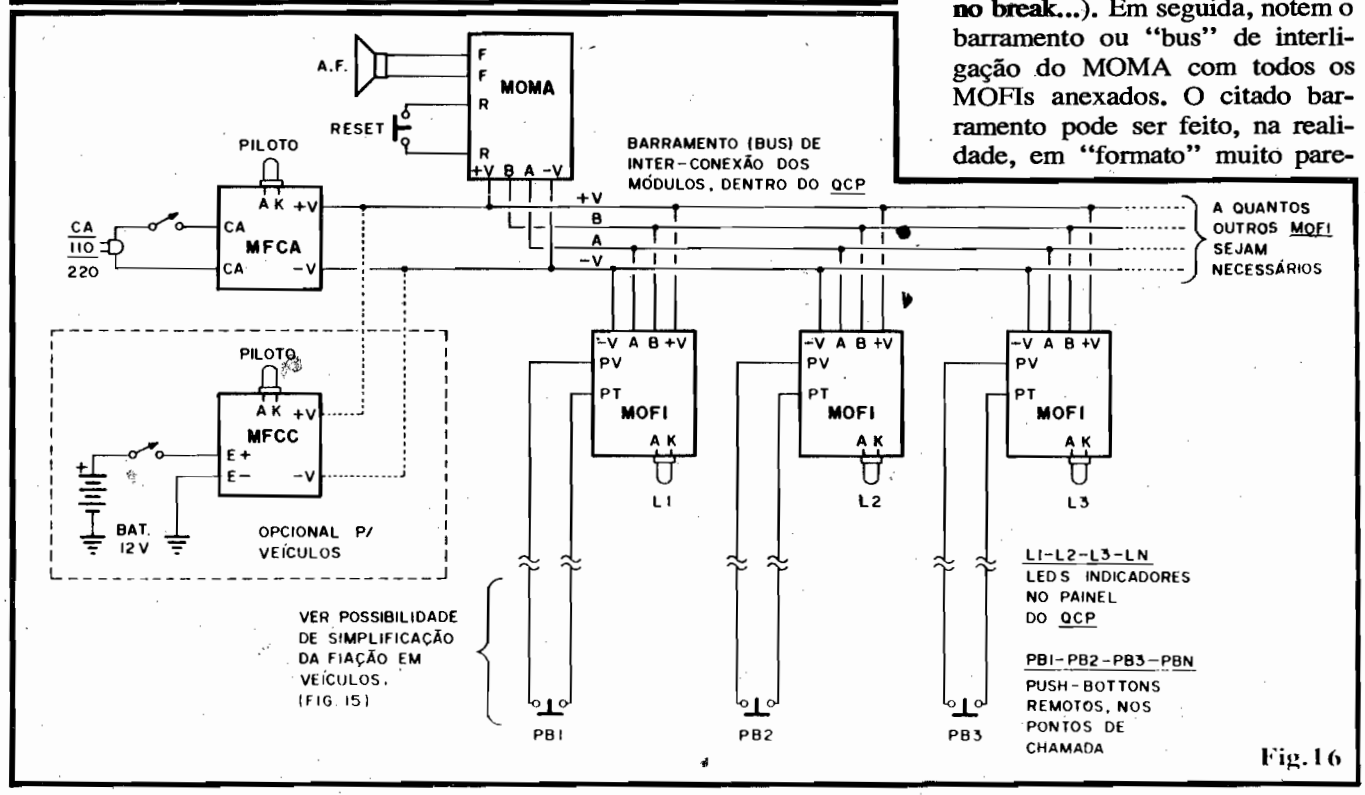

Fig. 16
- FIG. 16 -DIAGRAMA DE INTER-CONEXÃO (BARRAMENTO) DOS MÓDULOS - Já deve ter ficado bastante claro ao Leitor, como os vários módulos interagem, entretanto o diagrama detalha a "coisa" de modo bastante prático e direto. Observem, primeiramente, a "opcionalidade" do uso do MFCA ou do MFCC (não esquecendo da possibilidade de se usar os dois, num sistema de no break...). Em seguida, notem o barramento ou "bus" de interligação do MOMA com todos os MOFIs anexados. O citado barramento pode ser feito, na realidade, em "formato" muito pare-
Para finalizar esse item, lembramos que todo o conjunto de módulos mostrado na fig. 16 fica, certamente, acondicionado na caixa/painel, devidamente alimentado por uma ligação ("rabicho" com plugue) à C.A. local (tomada), ou ao sistema elétrico de 12 VCC ao veículo, se for o caso. As únicas "coisas" que ficam fora da caixa/painel são justamente os **push-buttons** dos pontos de chamada (PB1, PB2, PB3,...PBn, na figura 16).